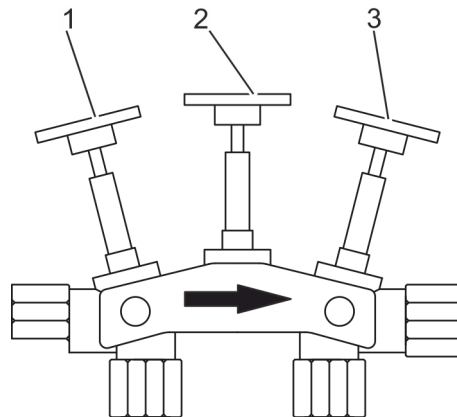

Abb. 4: Ventilpositionen der Verschneidearmatur
- Äußere Absperrventile (Abb. 4/1 und 3) offen.
- Mittleres Absperrventil (Abb. 4/2) geschlossen.
- Mittleres Absperrventil (Abb. 4/2) offen.
- Äußere Absperrventile (Abb. 4/1 und 3) geschlossen.